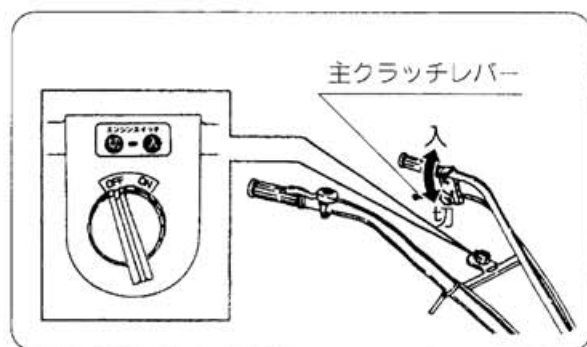

図13
- ① 主クラッチレバーを「切」位置にして、停止します。(図13)
- ② スロットルレバーを「低速」位置に戻します。
- ③ 停止スイッチを「切」位置にしてエンジンを停止します。(図13)